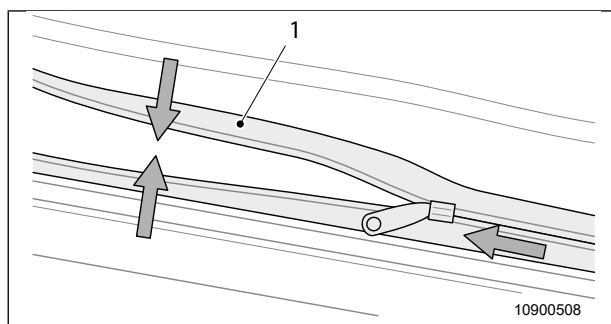

Fig. 41 Chiusura lampo
Quando si chiudono le chiusure lampo, assicurarsi che non siano sotto tensione (Fig. 41, pos. 1). Per fare questo, tirare il soffietto in tessuto in direzione della chiusura lampo.